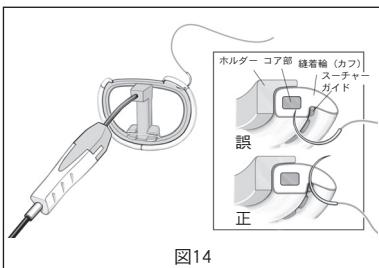

図14
- 選択したリングの流出側にある縫着輪の緑色マーカー部に縫合糸を通します(図14)。リングに縫合針を通すときに抵抗を感じた場合は、縫合針をリングから引き抜き、図14に従って再度縫着輪に針を挿入し直します。